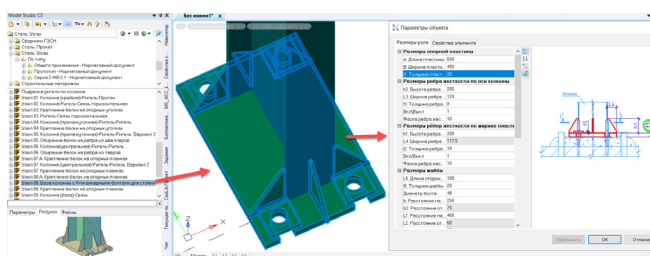

Рис. 6. Процесс вставки параметрического узла из БД
- 1) выбрав параметрический узел из библиотеки стандартных компонентов (рис. 6), включающей серийные 2.440-2.1, применить его к соответствующим профилям. Геометрические размеры фасонных деталей узла всегда можно настроить в окне свойств. Выбранный параметр выделяется на демонстрационном чертеже формы;